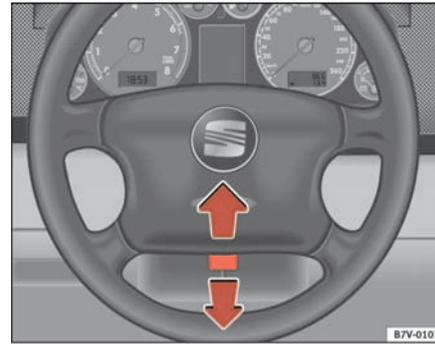

Abb. 124 Die richtige Sitzposition des Fahrers
- Stellen Sie das Lenkrad so ein, bis die gewünschte Einstellung erreicht ist ⇒ Abb. 124.
- Stellen Sie den Fahrersitz oder das Lenkrad so ein, dass der Abstand zwischen Lenkrad und Brustbein mindestens 25 cm beträgt → Seite 164, Abb. 124. Wenn Sie den Mindestabstand nicht einhalten, kann Sie das Airbag-System nicht schützen – Lebensgefahr!